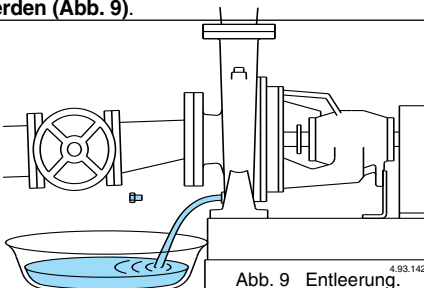

Abb. 9 Entleerung.
**ACHTUNG!** Wird die Pumpe nicht eingesetzt, so muß sie bei Frostgefahr vollständig entleert werden (Abb. 9).
Vor der Demontage werden die Absperrschieber in der Saug- und Druckleitung geschlossen und wird das Pumpengehäuse entleert (Abb. 9).